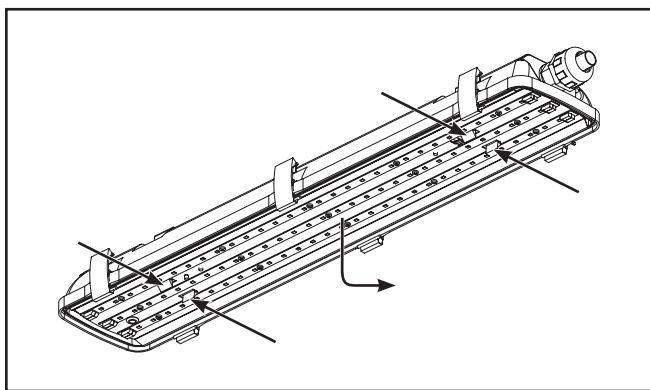

Figure 7.
8. Sans toucher aux cartes à DEL, appuyez sur les agrafes du plateau de mécanisme et descendez en douceur le plateau de mécanisme jusqu'à ce qu'il pende au bout des attaches de montage. (Figure 7)